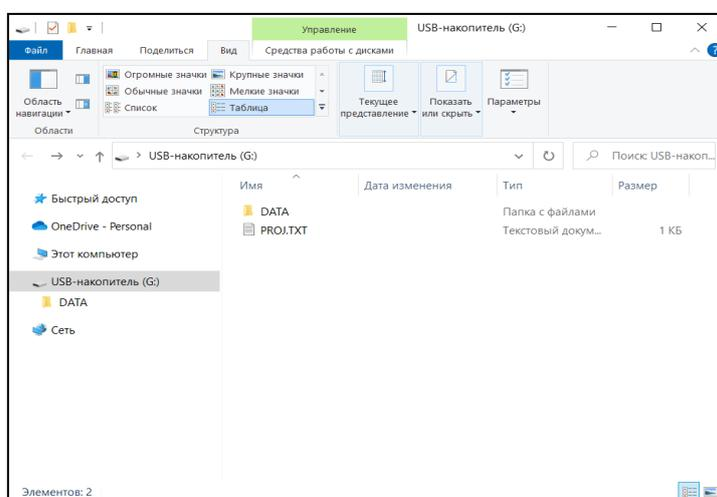

Рисунок 136 Внешний вид корневой папки пульта MaxiMag
4.1.2 Перед подключением к ПК убедитесь, что на экране пульта MaxiMag (далее - пульт) отображается главное меню. Далее подключить USB кабель к соответствующему разъему на пульте. После определения компьютером пульта MaxiMag, на экране компьютера появится окно с папкой и файлами данных (Рисунок 136), хранящимися на пульте, а на дисплее магнитометра будет отображаться сообщение «USB Mass storage...».